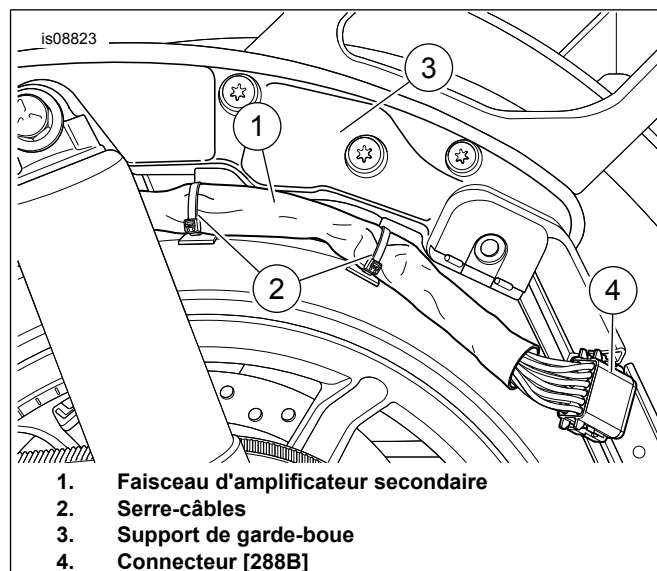

Figure 10. Acheminement du faisceau
1. Voir Figure 10. Acheminer le faisceau de l'amplificateur du côté véhicule (1) dans la zone de montage de la sacoche, commençant le véhicule. Acheminer le faisceau autour du pignon de roue arrière en suivant le rail de support de la sacoche.